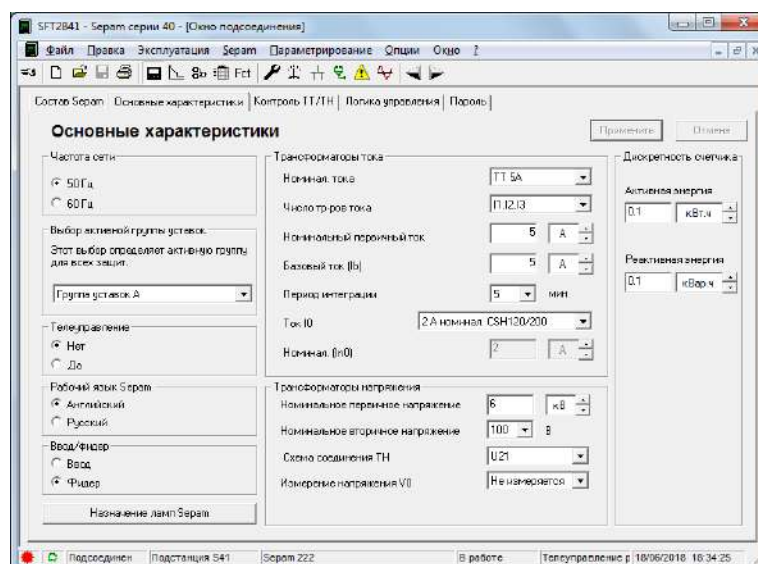

Рисунок 4.5 – Окно «Основные характеристики»
8. Выбрать вкладку «Основные характеристики» (рис. 4.5). Установить в поле «Частота сети» частоту – 50 Гц. В поле «Выбор активной группы» выбрать – «Группа уставок А». «Телеуправление» установить – нет. В поле «Рабочий язык SEPAM» выбрать – «Русский». В поле «Ввод/фидер» выбрать – «фидер».